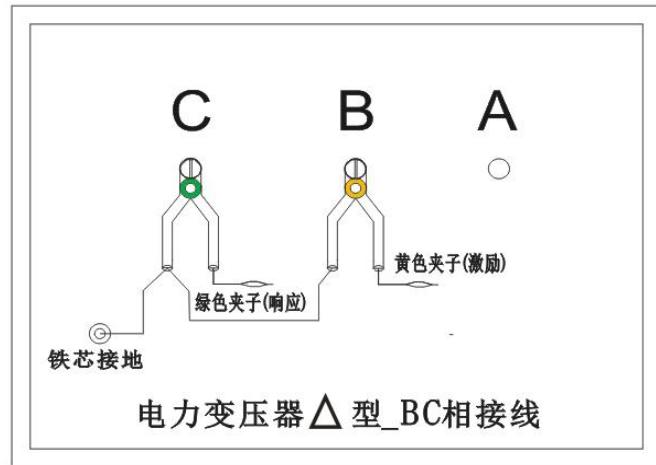

图 11
4. 2. 4 以上接线完成对三相△形的 BC 相测量接线，如图 11。